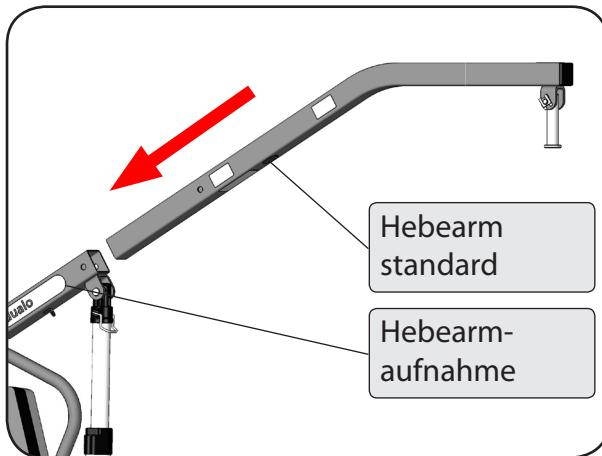

Abbildung 14
9. Stecken Sie den Hebearm standard mit dem unbeschichteten Ende bis zum Anschlag in die Hebearmaufnahme ein. Die Hebearme des dualo® sind so entwickelt, dass sie nur in der vorgesehenen Stellung in die Hebearmaufnahme passen (Abbildung 14).